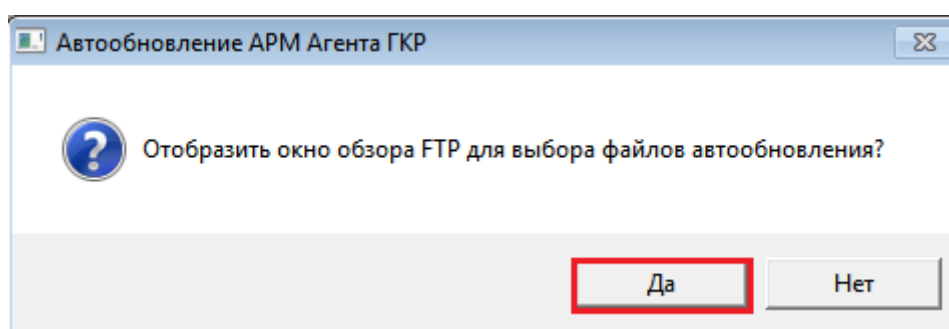

Рис.2.6. Окно автообновления
- после выполнения данной операции, у нас появляется окно, где мы должны снова подтвердить запрос (см. рис.2.6). Нажимаем - “ДА”